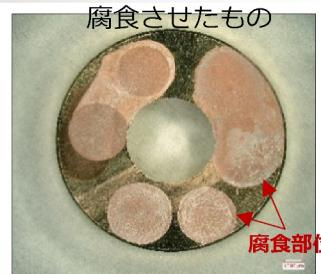

Fig.1 黄銅部品
■ 脱亜鉛腐食は亜鉛を含む合金において、亜鉛が優先的に溶解してしまう局部腐食であり、黄銅等の銅製品に多くみられる現象です。今回、黄銅製品を塩化銅水溶液を用いて腐食させ、これによって生じた脱亜鉛現象部位について表面観察と断面分析を行いました。Fig.1は使用した黄銅部品とこれを腐食させたものの外観です。